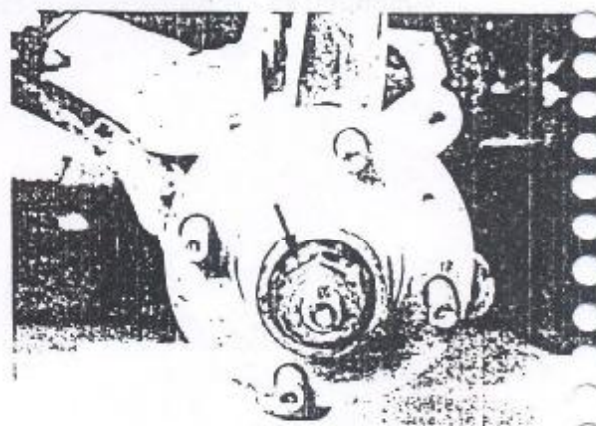

Figura 4.01.2 - Porca externa do cubo.
6. Remover a porca externa do cubo (Figura 4.01.2). Observar que as porcas do cubo dos lados direito ou esquerdo possuem rosca à direita ou à esquerda, respectivamente.
5. Remover a porca externa do cubo (Figura 4.01.2).